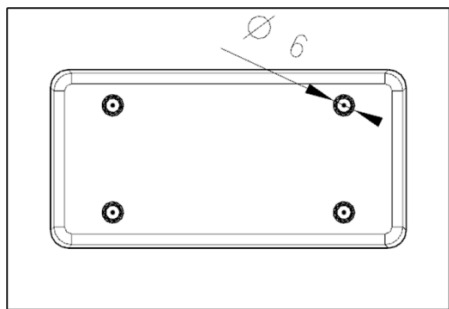

图 11-14 绘制 4 个圆形截面
(27) 选取“菜单 | 格式 | 图层设置”命令，设定第 2 层为工作图层。
(28) 单击“拉伸”按钮 ，以上表面为草绘平面， X 轴为水平参考，绘制 4 个圆形截面，如图 11-14 所示。